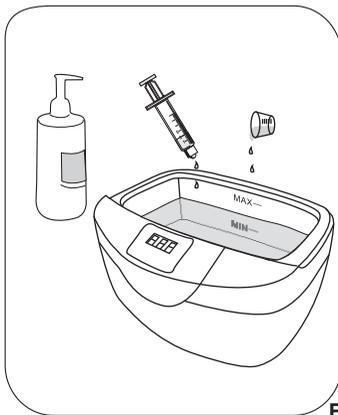

Fig.12
- 6▶ Coloque a quantidade de detergente enzimático fazendo a diluição correta na cuba de inox ou béquer de acordo com as recomendações do fabricante (Fig.12, pág. 12);
- A Cubra de Ultra-som Cristófoli possui capacidade líquida útil de 2,1 litros. Utilize este dado para fazer o seu cálculo da quantidade de detergente enzimático a ser utilizado. Por exemplo: Para um detergente enzimático que recomenda 2 ml por litro, a quantidade ideal será 4 ml de detergente (siga sempre as instruções de uso do fabricante). Sugerimos para sua economia e comodidade usar um copo medidor ou uma seringa sem agulha para medir o volume e que a mesma seja utilizada somente para este fim (Fig. 12, pág. 12);